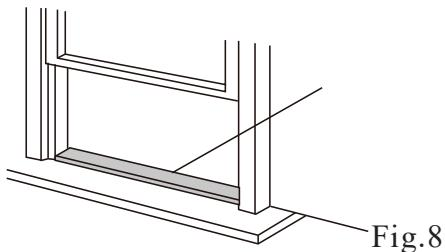

Fig.8
1. Snijd het schuim afdichting (lijm type) tot de juiste lengte en bevestig deze aan het venster ontlasting. Fig.8